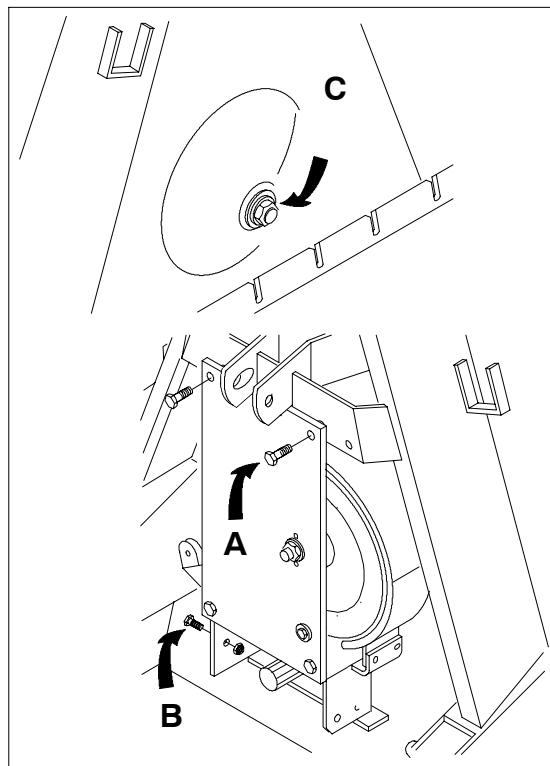

Fig. 35. Hvordan fjerne vinsjmekanikken
3. Fjern festeboltene (fig. 35. pos. B) ved siden av drivakselen. Sokkelstørrelse 24mm (15/16").
4. Fjern de to boltene (fig. 35. pos. A) på øvre kant av beskyttelsesplaten. Sokkelstørrelse 24mm (15/16").